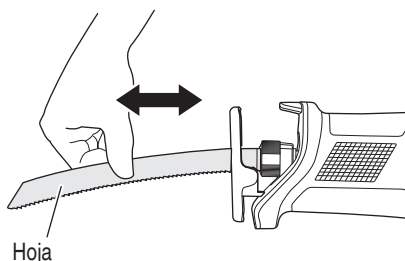

Fig. 9
- (4) Con la mano, tire de la hoja de sierra hacia atrás dos o tres veces y verifique que la hoja esté firmemente instalada. (Fig. 9)